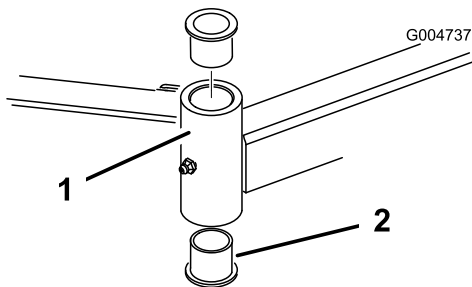

Bild 85
4. Stecken Sie einen Dorn oben oder unten in das Befestigungsrohr und treiben die Büchsen heraus (Bild 85).